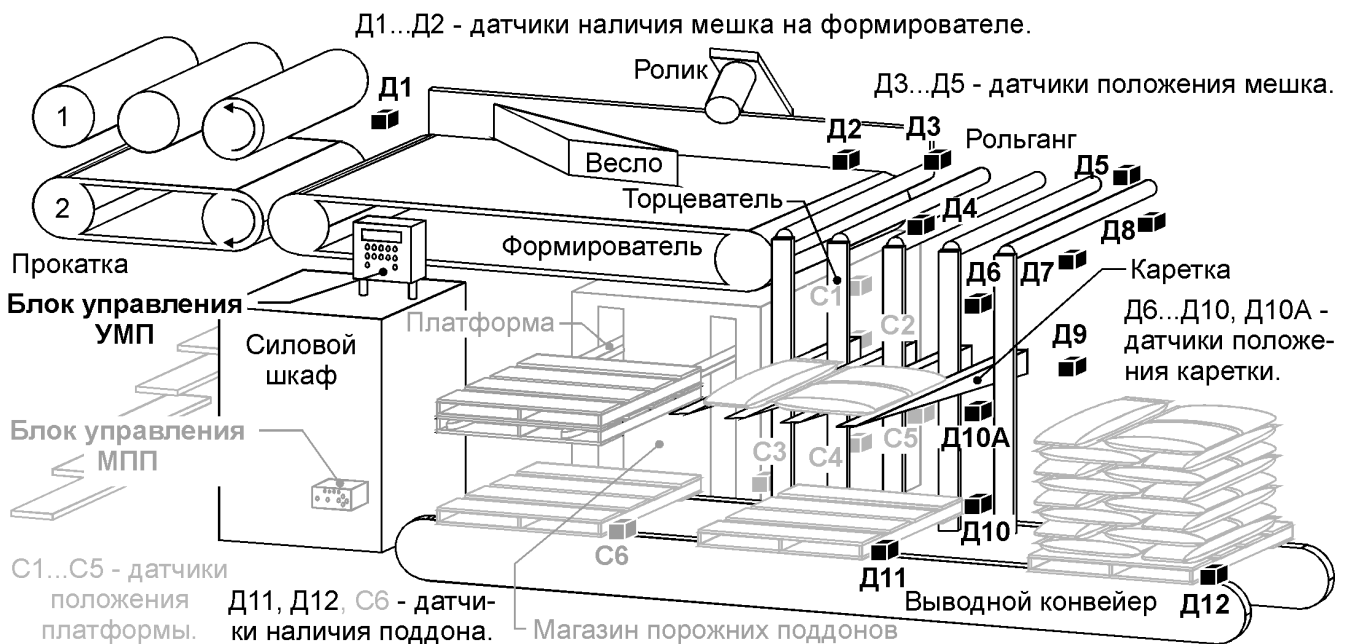

Рис. 1. Пакетоформирующая машина.
Работу пакетоформирующей машины поясняет рис. 1. Датчики и механизмы, подключаемые к **блоку управления УМП**, выделены чёрным цветом.
1) электропитание и приём электрических сигналов с датчиков наличия мешка (2 шт.), датчиков положения мешка (3 шт.), датчиков положения каретки (5 шт., датчики Д10 и Д10А на рис. 1 соединены параллельно) и датчиков наличия поддона (2 шт.). Номинальное напряжение питания, подаваемое блоком на датчики составляет 12 ± 1 В при суммарном токе потребления всех датчиков до 100 мА, номинальное выходное напряжение датчика при срабатывании должно составлять 12 ± 1 В, при отпуске – от 0 до 2 В. Рекомендуемый тип датчиков – КВД-25.